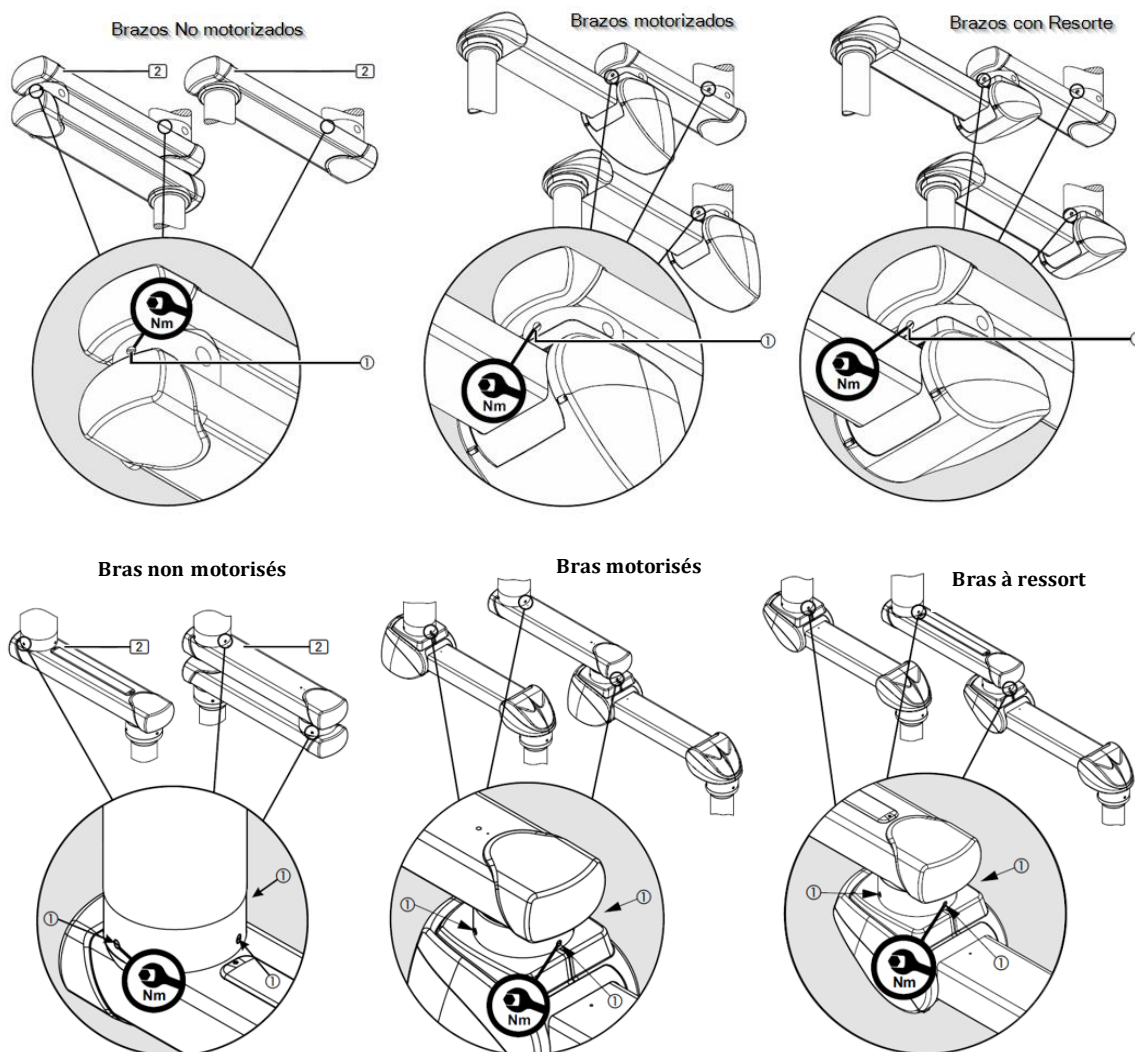

Fig.40 Réglage du frein à friction
Lors du réglage de la butée comme illustré à la figure 40, la zone de point mort est de 45°. Cela signifie que le bras compensé (3) a une amplitude de mouvement maximale d'environ 315°. Si le réglage minimum de la butée n'est pas défini lors du réglage des freins sur le palier intermédiaire (11) et le palier de plafond (10), il est très difficile de plier le système de suspension à partir de la position tendue (12) et de le faire tourner sur le palier intermédiaire (11) du bras compensé (3).